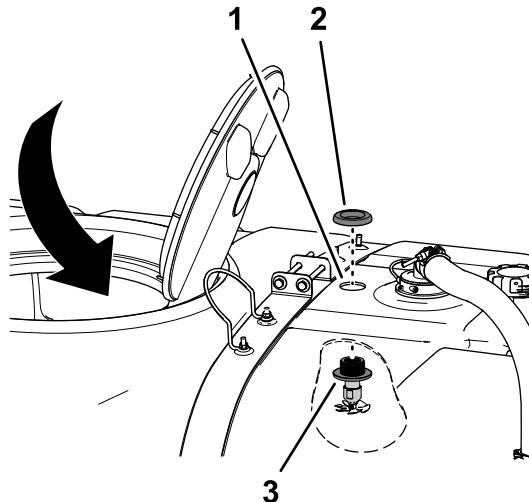

Figure 21
1. En passant par l'intérieur de la cuve et l'ouverture de 41 cm, insérez la buse dans le trou de 4,5 cm que vous avez percé à la section Perçage de la cuve du pulvérisateur \(page 9\), comme montré à la Figure 21.
2. Vissez l'écrou à embase en plastique sur les filets du raccord de traversée au sommet de la cuve, et serrez-le à la main (Figure 21).